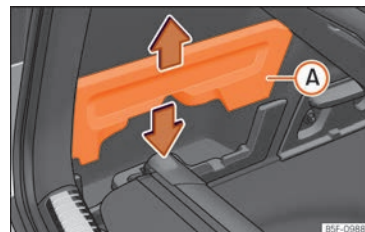

Abb. 143 Im Gepäckraum: Aufnahme zum Verstaue der aufrollbaren Abdeckung.
- Entfernen Sie die Abdeckungen links und rechts »» **Abb. 143 A**.